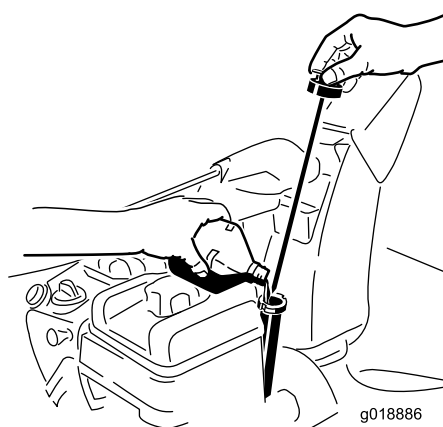

Figura 12
- Togliete l'asta di livello e versate **lentamente** l'olio nel tubo di riempimento fino a portarne il livello al segno di pieno (Full) sull'asta. **Non riempite troppo** (Figura 12). Vedere Controllo del livello dell'olio motore nella sezione Manutenzione.